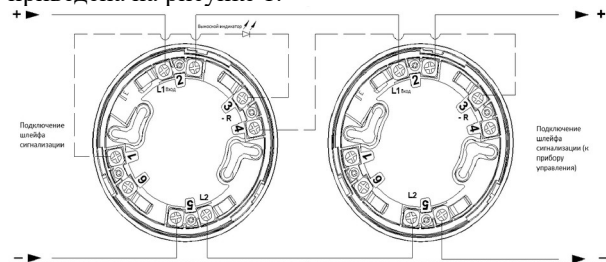

Рисунок 1 – Схема подключения Извещателя
6.8 Для подключения Извещателя к прибору с использованием добавочного резистора в базовом основании имеется место под пятый контакт, обозначенный Rок (рисунок 1), а в комплектность извещателей с базовыми основаниями V1.05 и V3.05 входят шуруп и шайбы. Схема подключения приведена на рисунке 1.